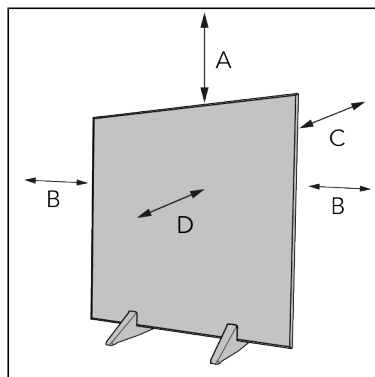

Figure 88.
4. Placez l'appareil en respectant un dégagement minimal (Figure 88) de :